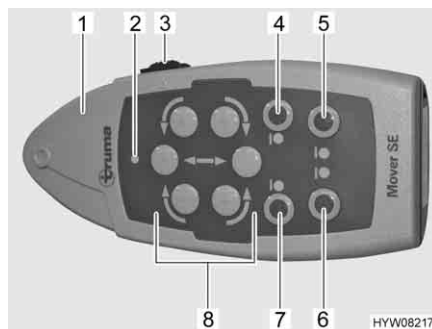

Bild 3 Fjärrstyrning
- Ställ skjutreglaget (Bild 3,3) på fjärrkontrollen (Bild 3,1) på "PÅ" (1). När den gröna lysdioden (Bild 3,2) lyser är manövreringssystemet driftklart.
- Sväng in drivrullarna mot däcken på båda sidorna. Tryck då på knapparna "sväng in" (Bild 3,4 och 7).
- Flytta fordonet till önskat ställe med hjälp av riktningssknapparna (Bild 3,8).
- Sväng bort drivrullarna från däcken på båda sidorna. Tryck då på knapparna "sväng ut" (Bild 3,5 och 6).
- Ställ skjutreglaget (Bild 3,3) på fjärrkontrollen på "AV" (0).